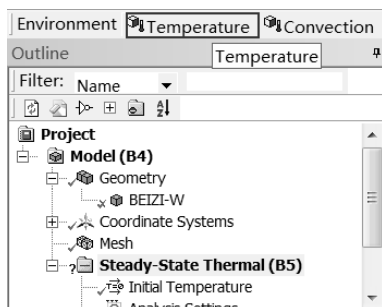

图 15-18 添加载荷
Step2：选择 Environment 工具栏中的 Temperature（温度）命令，此时在分析树中会出现 Temperature 选项，如图 15-18 所示。